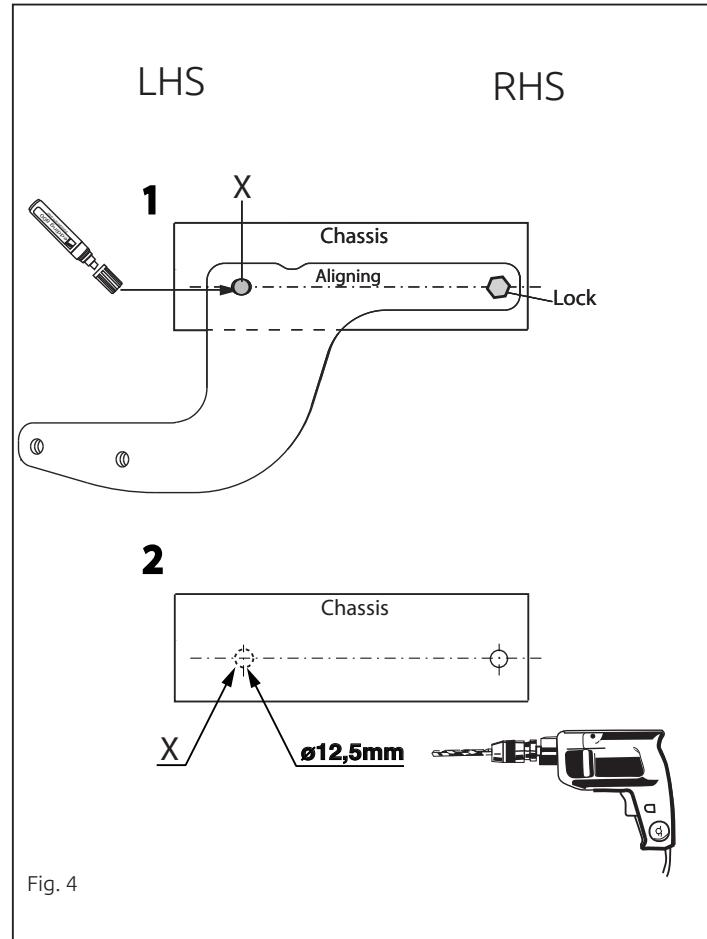

Fig. 4
4. **Внимание! При необходимости:** Просверлить отверстия Х Ø12,5мм в шасси. См. рисунок 4.